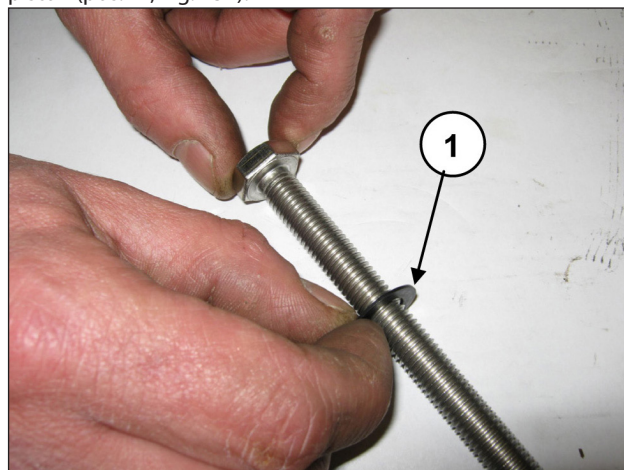

Fig. 157
Introducir la arandela Ø10x18x0,9 en el tornillo de fijación del pistón (pos. ①, Fig. 157).